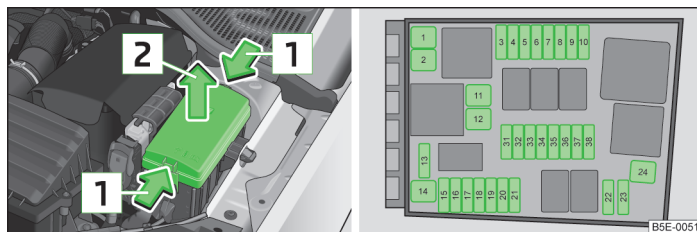

Fig. 172 Tapa de la caja de fusibles en el compartimento del motor/Representación esquemática de la caja de fusibles
- Presionar al mismo tiempo las teclas de enclavamiento de la tapa en el sentido de la flecha » fig. 172.